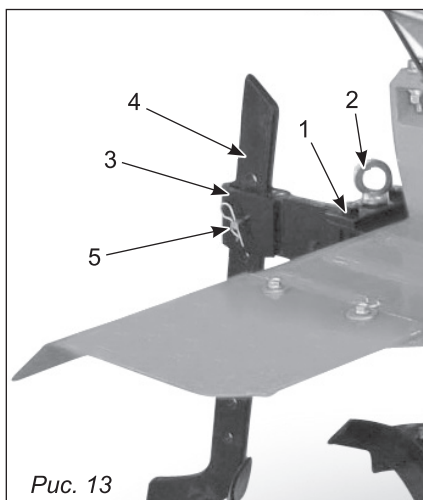

Рис. 13
**Регулировка глубины вспашки.** Для регулировки глубины вспашки необходимо отрегулировать по высоте сошник. Вынуть штифт (5), переместить сошник (4) вверх (глубина вспашки уменьшится) или вниз (глубина вспашки увеличится), зафиксировать в требуемом положении. Правильная регулировка зависит от почвы (рис. 13).